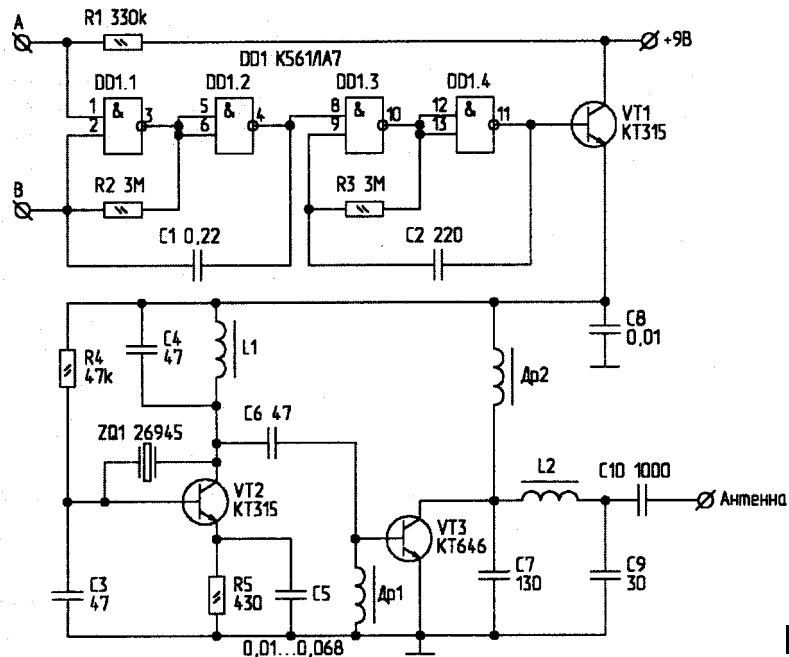

рис. 8
**Радиопередатчик охранной сигнализации описан в статье А.Лапшина** ("РЛ", 3/2000). Схема радиопередатчика (**рис.8**) состоит из генератора частоты 1 кГц на элементах DD1.3, DD1.4; генератора инфранизкой частоты на эле-